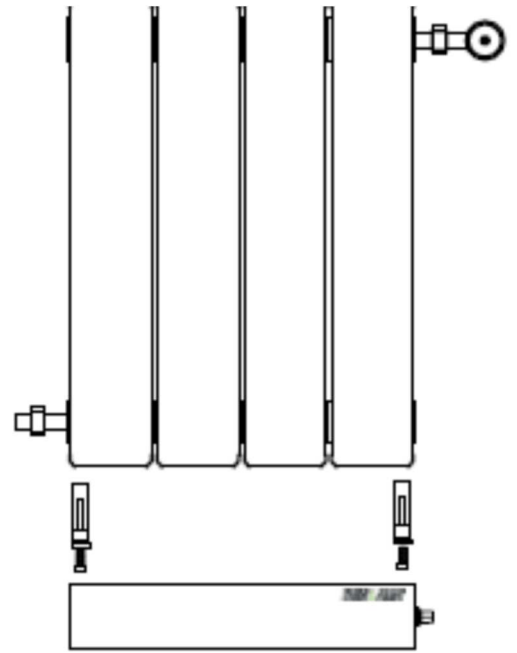

FIGURA 1
- Colocar el dispositivo por debajo del radiador y comprobar que el ancho del bastidor coincide aproximadamente con el ancho del radiador tal y como se aprecia en la figura 1 (frontal del radiador). De no coincidir puede que el modelo no sea el correcto o bien que el radiador no sea del estándar\* compatible.
- Acercar las dos abrazaderas de anclaje hasta el tubo de conexión del radiador (figura 2). Preferiblemente las abrazaderas deben colocarse en los extremos del radiador como se muestra en la figura 1.